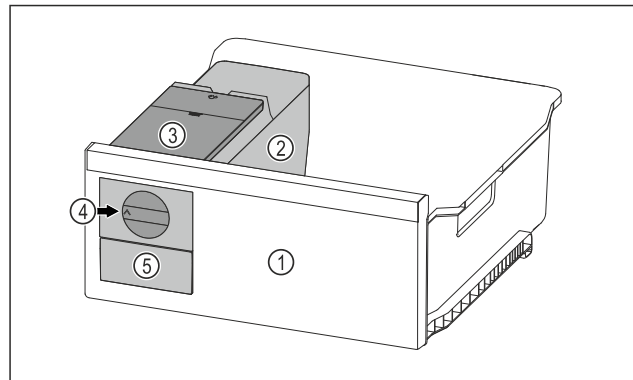

Fig. 41 Примерное изображение
- ▶ Поверните поворотную кнопку Fig. 41 (4) по часовой стрелке до упора.
- ▷ Кубики льда упадут из ванночки для кубиков льда в выдвижной ящик для кубиков льда Fig. 41 (5). Если не все кубики льда извлекаются из ванночки для кубиков льда: